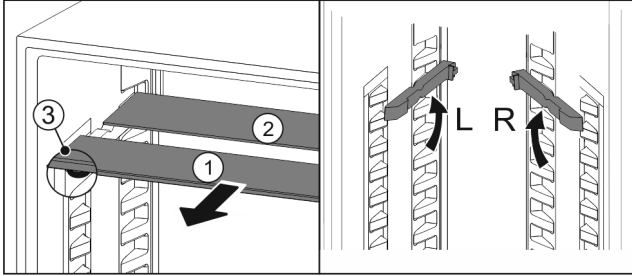

Fig. 86
- Cam plakaları münferit olarak öne doğru çekip çıkarın Fig. 86 (1).
- Süs çitallı cam plaka Fig. 86 (1) önde yer alıyor.
- Durdurucular Fig. 86 (3) aşağı bakıyor.